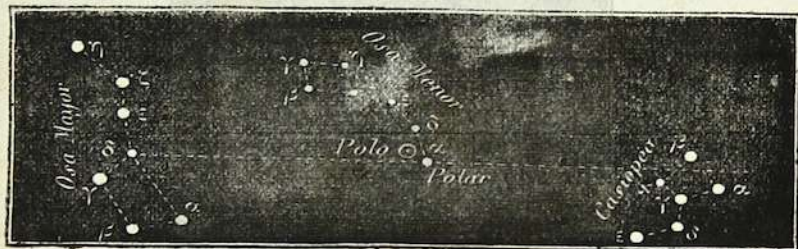

Fig. 10.
- 3.º *Casiopea*, cuyas estrellas están dispuestas de modo que presentan el dibujo de una silla volcada (fig. 10).